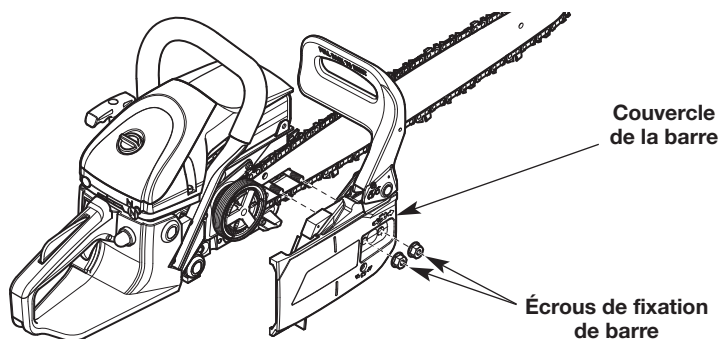

Fig. 29
2. Utilisez l'outil polyvalent ou une clé de 13 mm (1/2 po) pour desserrer les écrous du guide-chaîne (Fig. 29).
3. Retirez le couvercle de la barre et les écrous de retenue (Fig. 29).